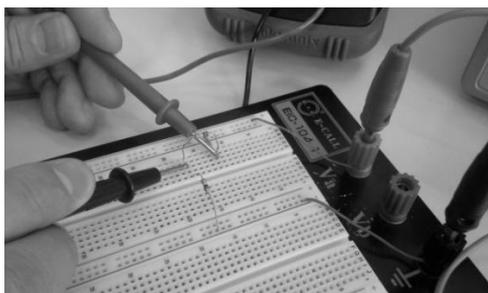

Figura 2: Montagem do circuito em *protoboard* e procedimento de medição.
Dicas: veja como montar e medir tensões no circuito com o multímetro portátil através do exemplo ilustrado na **Figura 2**, abaixo. Utilize a fonte de tensão contínua (DC) disponível para alimentar o circuito. Leia o **item 4 da Introdução Teórica** e consulte o **manual da fonte** para obter maiores detalhes e cuidados a serem tomados com esse equipamento.